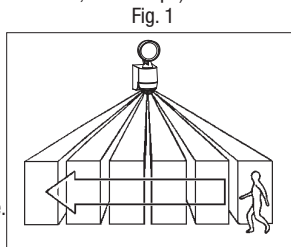

Fig. 1
- Locate motion sensor so motion moves across the detection zone (Fig. 1).
- Placez le détecteur de mouvements pour avoir un mouvement à travers la zone de détection (Fig. 1).
- Coloque el sensor de movimiento de manera tal que los movimientos queden cubiertos por el área de detección (Fig. 1).